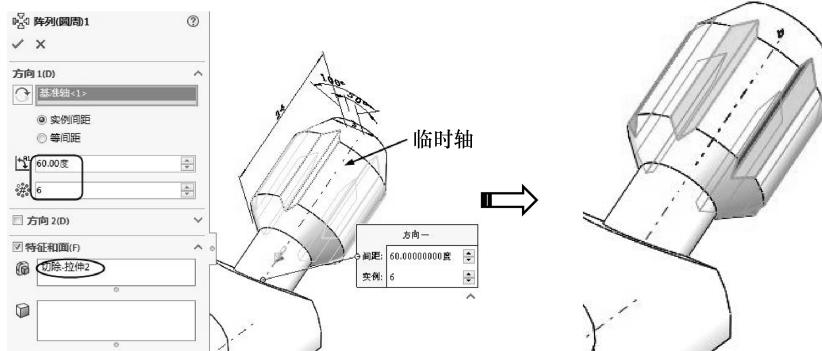

图 3-115 创建阵列特征
- 捷取旋转特征 1 的轴作为阵列参考，输入阵列个数为 6，成员之间的角度为 60，单击【确定】按钮，完成阵列操作，如图 3-115 所示。